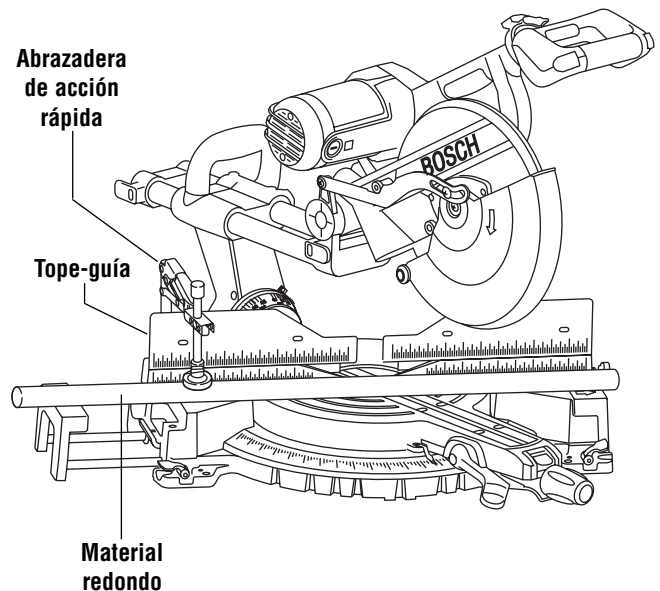

Figura 38. Material redondo
**ADVERTENCIA** Para material redondo, tal como varillas con espiga o tubos, use siempre una abrazadera o un dispositivo de sujeción diseñado para fijar la pieza de trabajo firmemente contra el tope-guía y la mesa. Las varillas tienen tendencia a rodar mientras son cortadas, haciendo que la hoja "muerda" y tire de la pieza de trabajo con la mano del operador hacia la hoja (Figura 38).